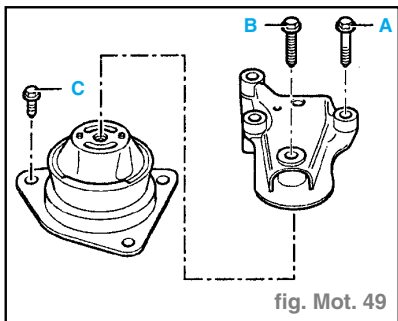

fig. Mot. 49
- Reposer au complet la fixation droite de l'ensemble mécanique (fig. Mot. 49) :